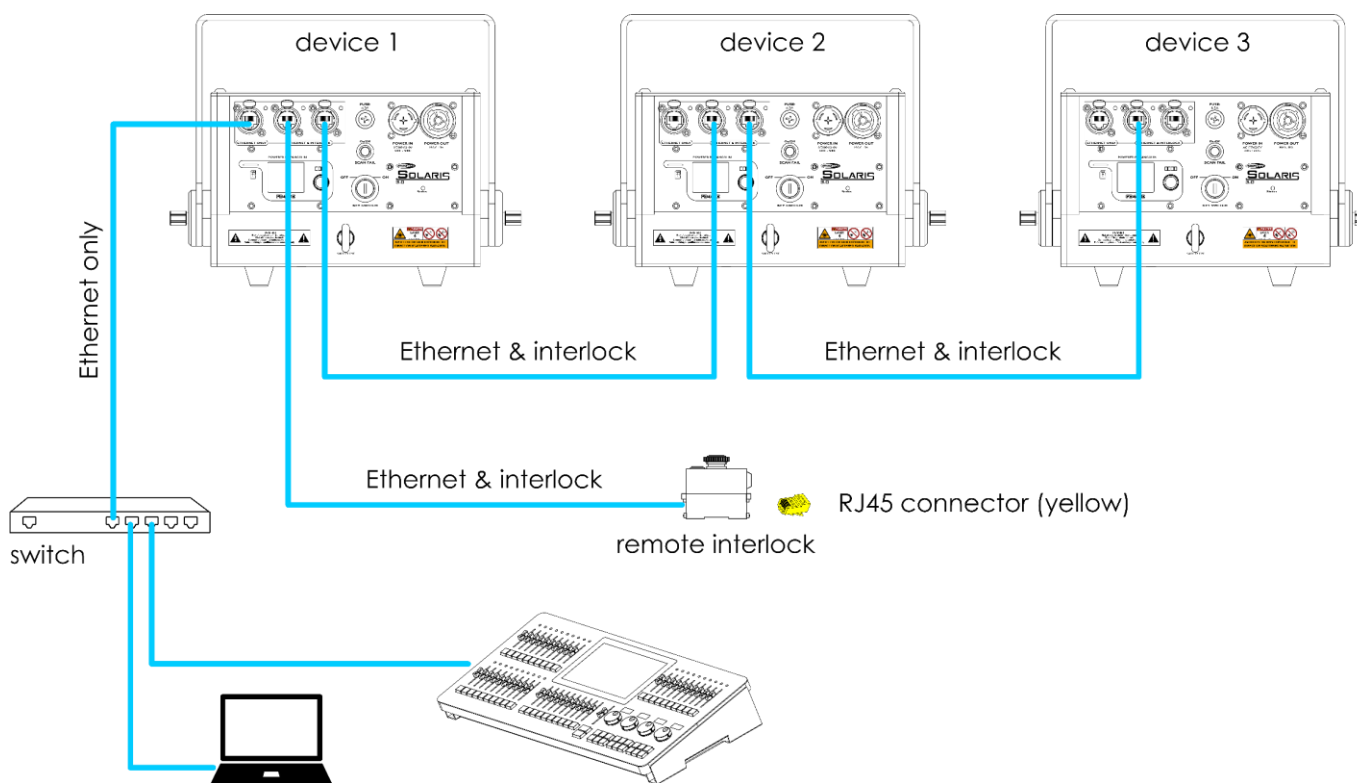

Fig. 15
- 01) Collegare il connettore RJ45 del computer/controller luci al **connettore RJ45 solo Ethernet (09)** del primo dispositivo con un cavo CAT-5/CAT-5E/CAT-6. Per le configurazioni più grandi, è possibile utilizzare uno switch tra il primo dispositivo della configurazione e il computer/controller luci
- 02) Collegare il **connettore RJ45 (26)** dell'interblocco remoto, fornito con il dispositivo, a uno dei **connettori RJ45 Ethernet & interblocco (10)/(11)** del primo dispositivo della configurazione con un cavo CAT-5/CAT-5E/CAT-6.
- 03) Collegare l'altro **connettore RJ45 Ethernet & interblocco (10)/(11)** del primo dispositivo a uno dei **connettori RJ45 Ethernet & interblocco (10)/(11)** del secondo dispositivo dell'installazione con un cavo CAT-5/CAT-5E/CAT-6.
- 04) Ripetere il passo 3 per collegare tutti i dispositivi come mostrato nella Fig. 15.
- 05) Inserire il connettore RJ45 (giallo), fornito con il dispositivo, nel **connettore RJ45 (25)** dell'interblocco remoto.